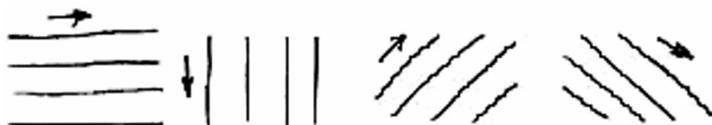

图1-8 徒手画直线
(1) 直线的画法。徒手画直线时，运笔力求自然，小手指靠着纸面，笔尖前进方向应看得清楚，眼睛要随时注意直线终点。当直线较长时，应分段画出，如图1-8所示。